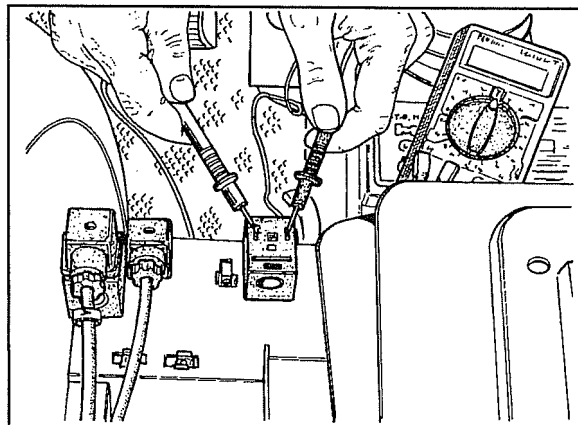

Fig. 4
- 5 Quando abbiamo 12 V sulla spina, procedere alla misurazione del valore di resistenza della bobina elettrovalvola doppia trazione, vedi fig. 4.
18 Controllare con tester il valore di resistenza della bobina, in modo analogo alla bobina elettrovalvola doppia trazione illustrata in fig.4.